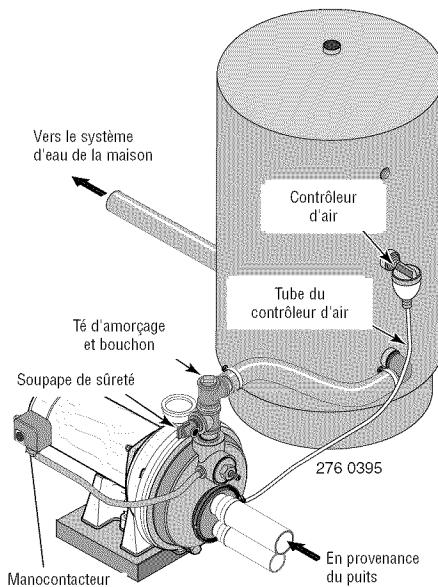

Figure 13 : Branchements sur un réservoir standard
BRANCHEMENT SUR UN RÉSERVOIR STANDARD (Figure 13)
- Déposer le bouchon fileté de 1/8 de pouce NPT de l'orifice du contrôleur d'air de la pompe (voir la Figure 13). Poser un tube entre l'orifice du contrôleur d'air de la pompe et l'orifice du contrôleur d'air monté sur le réservoir. Pour plus de détails, se reporter aux instructions fournies avec le réservoir et le contrôleur d'air.